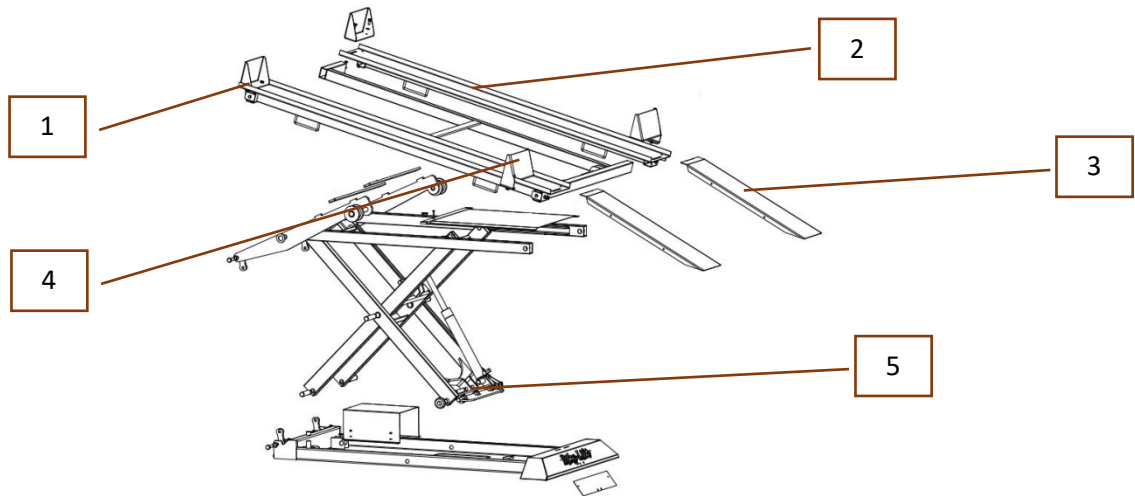

Figure 5 – modèle général d'élévateur
Avant d'installer le véhicule sur la plate-forme il est fondamental mettre les arrêts-roues (Figure 5, [1]), contrôler que le plan de travail (Figure 5, [2]) soit **complètement baissé** et que la rampe de montée (Figure 5, [3]) soit correctement positionnée.
- 6- Une fois achevée l'altitude de travail, il faut faire descendre légèrement l'élévateur, ainsi à assurer que la barre de sécurité (Figure 5, [5]) soit appuyée aux blocs d'arrêt; au cas contraire continuer l'action de montée jusqu'à ce que la barre ne dépasse les blocs d'arrêt situés à la base de l'élévateur pour l'altitude de travail choisi;
- 3- Agir sur la pompe pour hausser d'environ 3 cm l'élévateur, donc désactiver la barre de sécurité (Figure 5, [3]) par le levier spécifique situé latéralement. Actionner le contrôle de descente;